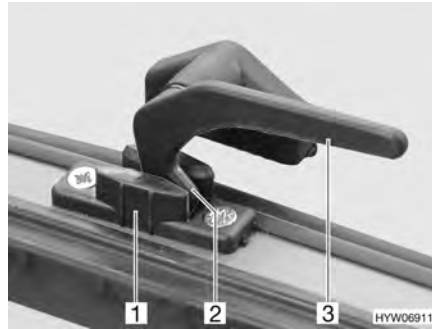

Bild 71 Låsarm i läget "kontinuerlig vädring"
- I läget "kontinuerlig vädring" (Bild 71)
- Vrid alla låsarmar (Bild 71,3) ett kvarts varv mot luckans mitt.
- Vrid tillbaka alla låsarmar. Låsspaken (Bild 71,2) måste föras in i spåret på lucklåset (Bild 71,1).